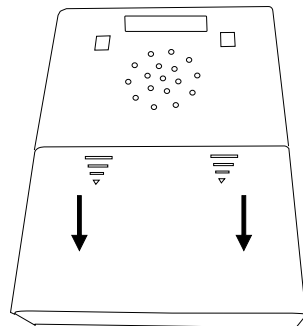

Abbildung 1: Batteriefach des »signolux«-Empfängers
- a) Auf der Rückseite befindet sich ein Batteriefach, dessen Abdeckung Sie vorsichtig nach unten schieben können, so dass sich das Batteriefach öffnet (siehe Abb. 1).